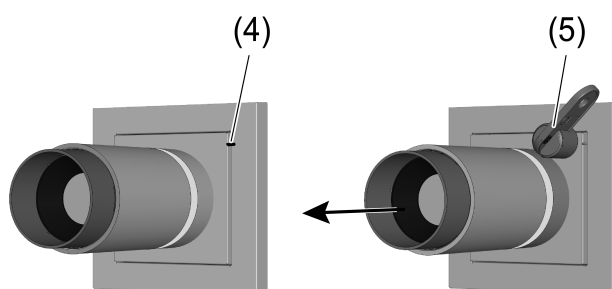

Bild 3: Demontering av ljuspåsat (med mekanisk låsanordning)
- Placera magneten (5) vid markeringen (4) på höljet; direkt vid ljuspåsat (Bild 3).